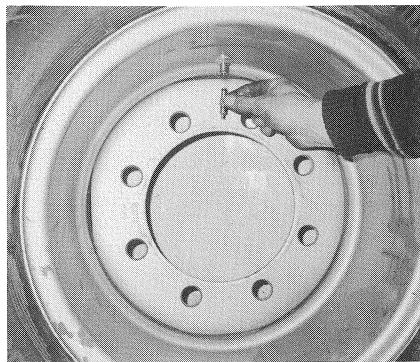

Bild 59
3. Ventileinsatz herausdrehen und Verbindungsmautter eindrehen (Bild 59).
3. Unscrew valve insert and screw-in connecting nut (fig. 59).
3. Dévisser la fourrure de la valve. Visser le raccord de connexion dans la valve (fig. 59).